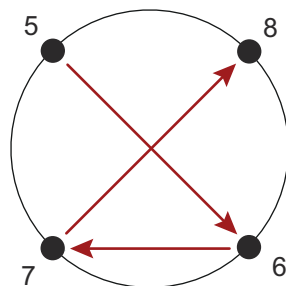

Imagen 2
5. Continúe soldando por puntos la placa de soldar en las posiciones de 5 a 8 desde el interior del depósito como se muestra (Imagen 2).